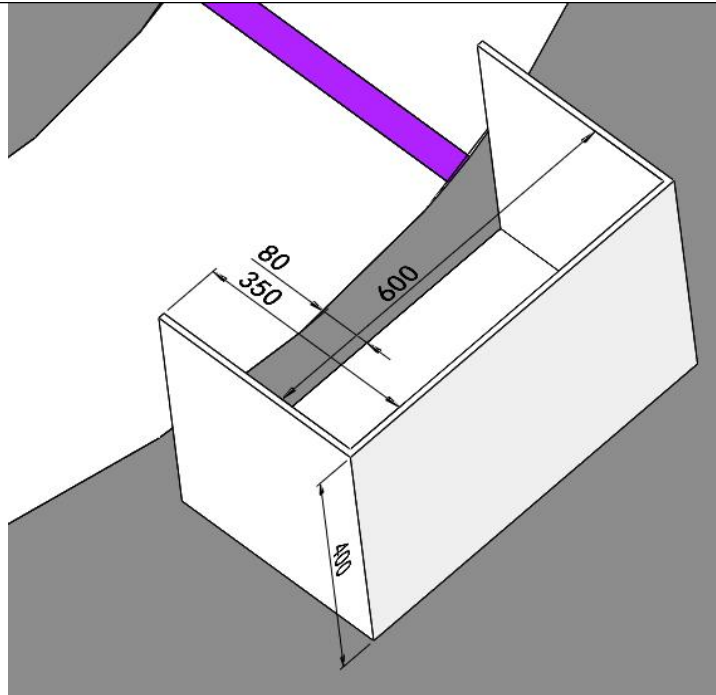

图 8 住户 1 标识尺寸（单位：mm）
3.住户标识：分岔路两侧分别设置了住户，赛道上设置了紫色和棕色的标识色带。色带大小为 $500\text{mm} \times 50\text{mm}$ ，与住户最前端的立板平齐。如图 8、9 所示。